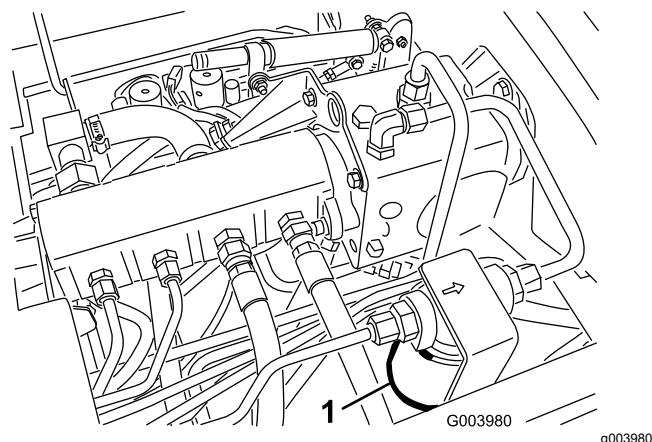
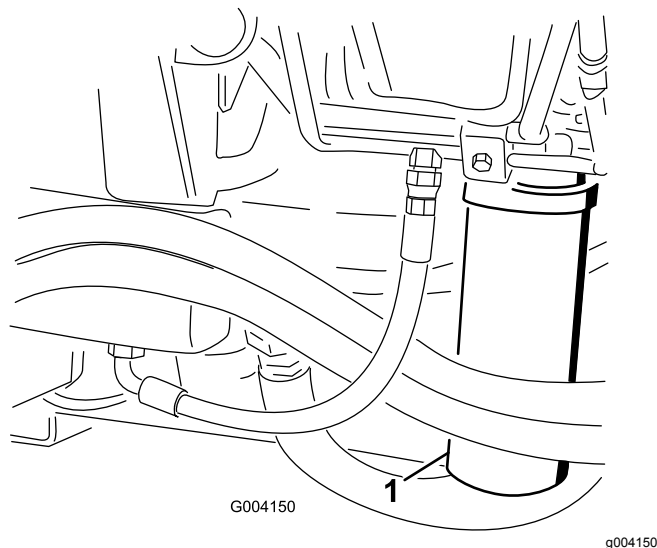

Figura 77
Figura 78
2. Limpe a área à volta da área de montagem do filtro e coloque um recipiente de drenagem por baixo do filtro (Figura 77) e (Figura 78).